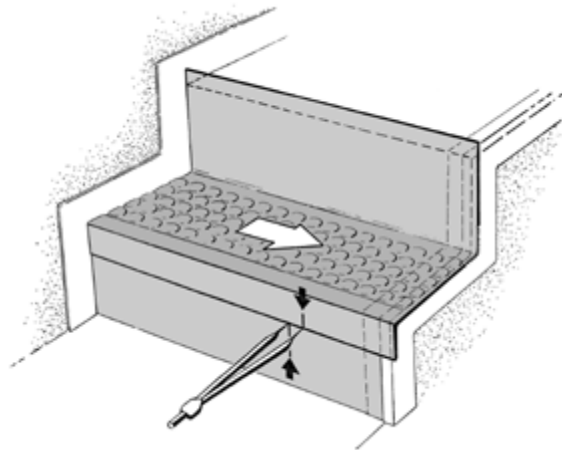

Figure 2
- c. Mõõda kahe kontrolljoone vahe. Fikseeri sirkliil vahe, mis on 1,5mm väiksem kui kontrolljoonte vahe, et tagada tihe liibumine. Vaata „figure 2”.